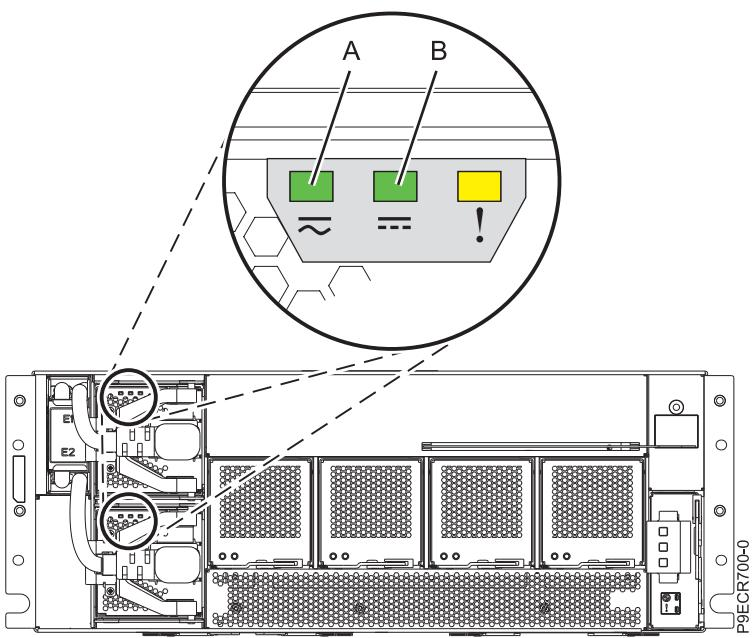

図 8. EMX0 PCIe3 拡張ドロワーの電源装置 LED
- c. 再取り付けした電源装置のオレンジ色の障害 LED (右側の LED) が点灯しておらず、緑色の入力 LED (左側の LED) と出力 LED (中央の LED) が点灯していることを確認します。 8 ページの図 8 の (A) および (B) を参照してください。
- b. 再取り付けした電源装置のオレンジ色の障害 LED (右側の LED) が点灯しておらず、緑色の入力 LED (左側の LED) と出力 LED (中央の LED) が点灯していることを確認します。 8 ページの図 8 の (A) および (B) を参照してください。